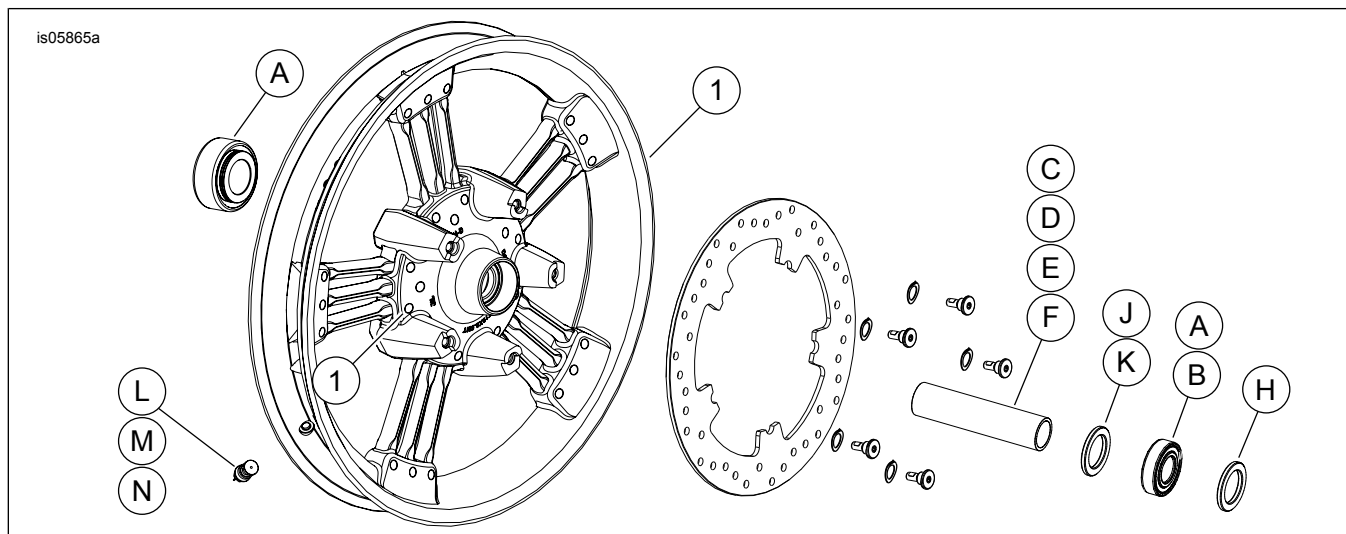

Abbildung 2. Ersatzteile: „Magnum 5“-Vorderräder (19-Zoll-Rad abgebildet)
2. Siehe Abbildung 2. Die Ventilschaft-Baugruppe (L oder M) am Rad anbringen. Siehe REIFEN im Werkstatt­handbuch.